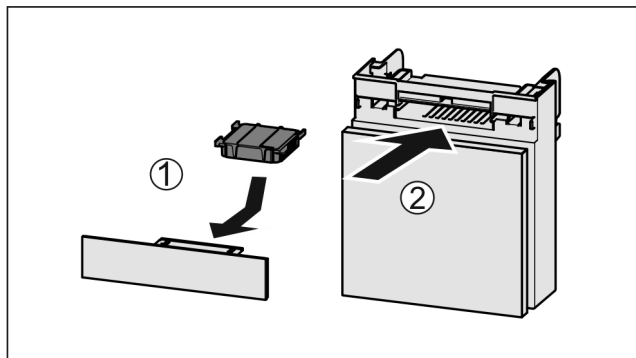

Fig. 46
- ▶ Поставете Fig. 46 (1) филтъра с активен въглен, както е показано на фигурата.
- ▶ Вкарайте Fig. 46 (2) отделението.